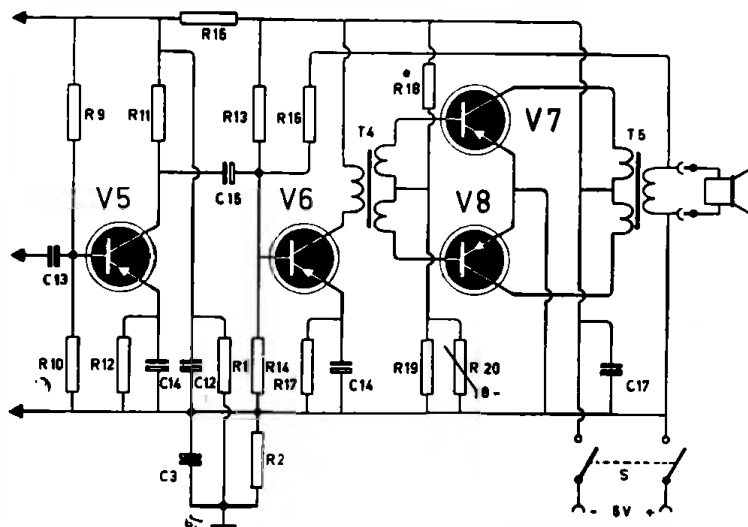

Fig. 2
a) Het a.f.-gedeelte bevat de versterker V5 en V6, en de balanseindtrap V7 en V8 (zie schema fig. 2 blz. 190/191). Het schema was oorspronkelijk gedimensioneerd voor de OC71 en 2OC72. Blijkens een door Philips op de Firato verstrekte folder kon in dezelfde schakeling zonder verdere veranderingen de OC71 door de OC13, en de OC72 door de OC14 worden vervangen. Wanneer men dit echter zo zonder meer doet, dan bestaat grote kans dat ernstige vervorming optreedt doordat de experimenteertransistoren aan veel grotere fabricagespreidingen onderhevig zijn dan de OC71 en OC72. De instelling klopt dan niet, zodat bv. de transistoren aan één kant gaan „vastlopen”. (Dit is in een latere Philips-publicatie ook nader uiteengezet). Gebruiken we dus experimenteertransistoren, dan moet de instelling van elke transistor gecontroleerd en zo nodig worden gecorrigeerd.